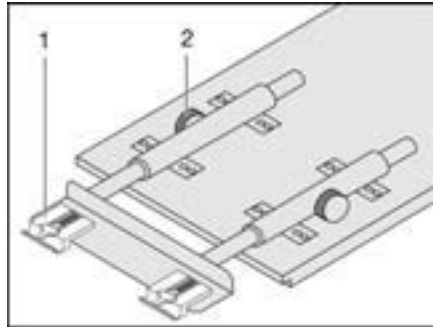

Bild 70 Hängetisch vergrößern
- Die Rändelschrauben (Bild 70,2) lösen.
- Die Tischplatte vorne leicht anheben und bis zum Anschlag herausziehen. Die Tischverlängerung (Bild 70,1) ist ganz ausgezogen.
- Die Tischplatte vorne leicht anheben und bis zum Anschlag zurückschieben. Die Tischverlängerung (Bild 70,1) ist ganz eingeschoben.